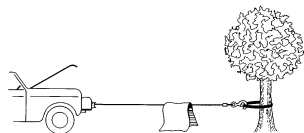

Figure 5
10. Lors de la traction de charges lourdes, il est recommandé de placer une couverture ou une veste lourde sur le câble métallique à proximité du crochet (Fig. 5). En cas de rupture du câble, le tissu amortira la rupture et empêchera que le câble ne fouette. Pour une protection complémentaire, soulevez le capot du véhicule.